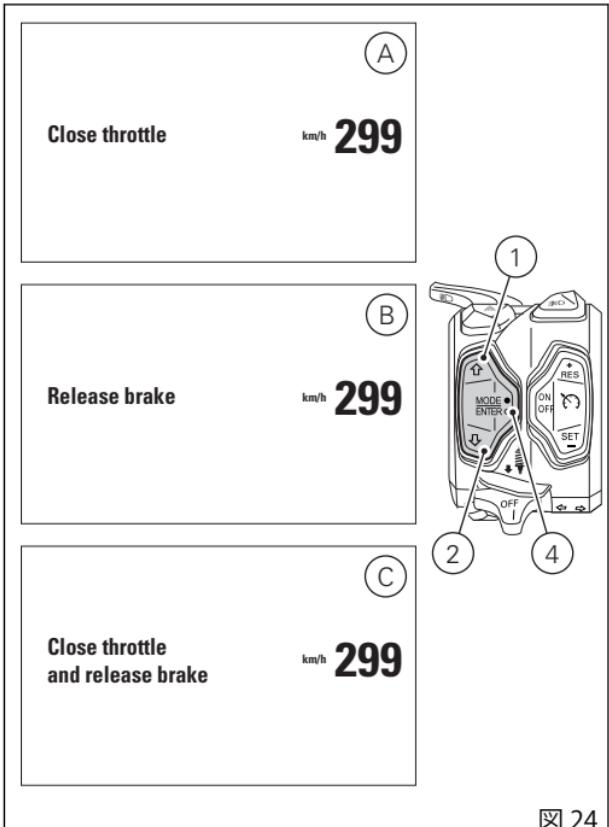

図 24
- ルを閉じてください)(A、図24)と表示します。スロットルグリップが閉じられた場合にのみ、選択したライディングモードを承認し、スタンダードスクリーンに戻ります。
- スロットルグリップが閉じているもののブレーキがかかっている場合、“RELEASE BRAKES”(ブレーキを放してください)(B、図24)と表示します。ブレーキが放された場合にのみ、選択したライディングモードを承認し、スタンダードスクリーンに戻ります。
- スロットルグリップが開いている、あるいはブレーキがかかっている状態で車両が動いている場合、インストルメントパネルは “CLOSE THROTTLE AND RELEASE BRAKES”(スロットルを閉じてブレーキを放してください)(C、図24)と表示します。すべての条件が確認された場合にのみ(ガスグリップが閉じており、ブレーキがかかっていないか車両が停止している)、インストルメントパネルは選択したライディングモードを承認し、“スタンダードスクリーン”に戻ります。